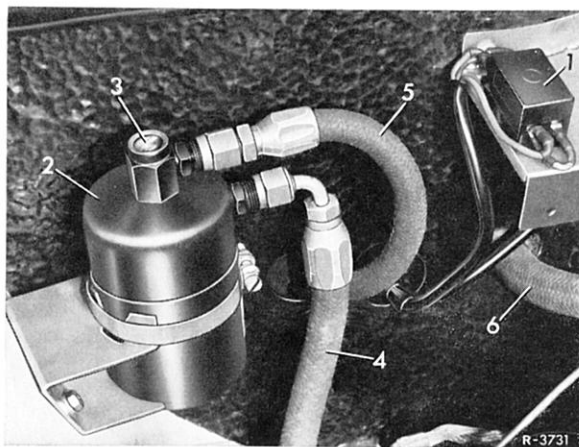

Bild 83–11/4
von innen) kann zusätzlich zur Wagenheizung – Heizungshebel (5) auf „Heizen“ und Luftmengenregulierhebel (4) für Fußraum auf „offen“ stellen – die Klimaanlage eingeschaltet werden. Dadurch wird Feuchtigkeit im Wageninnern, über den Verdampfer der Klimaanlage, entzogen (Bild 83–11/2).